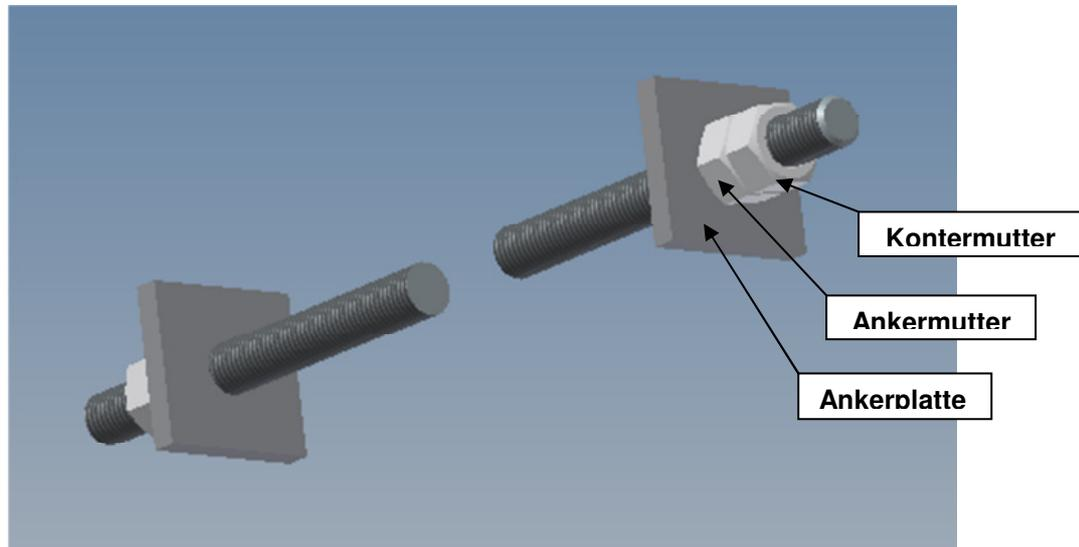

Bild 8 Abspannungselement mit Verschraubung
- 3.2.8 Waagrechte Abspannstäbe (Bild 8) an den Sammlern und den projektbezogenen Aufnahmepunkten gemäß dem Positionsplan nach Herstellervorschrift verankern und befestigen.